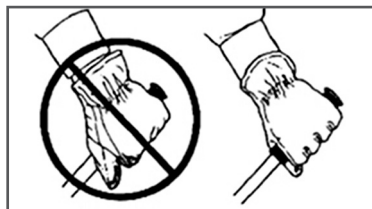

Рис. 9 Правильный захват рукоятки мотобура
4. Крепко возьмитесь за рукоятки мотобура правой и левой руками (Рис. 9).